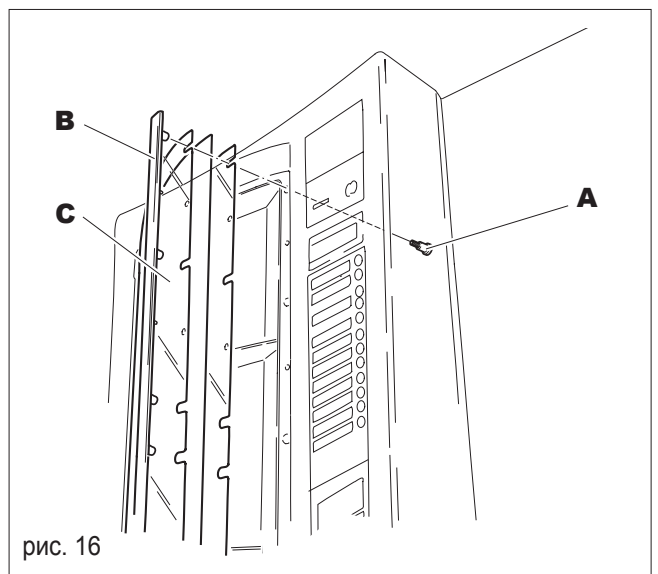

рис. 16
- открутите винты (А, рис. 16), удерживающие правую панель (В, рис. 16) пластикового окна (С, рис. 16);
- приподнимите удерживающую панель (С, рис. 16) и вставьте инструкцию пользования;